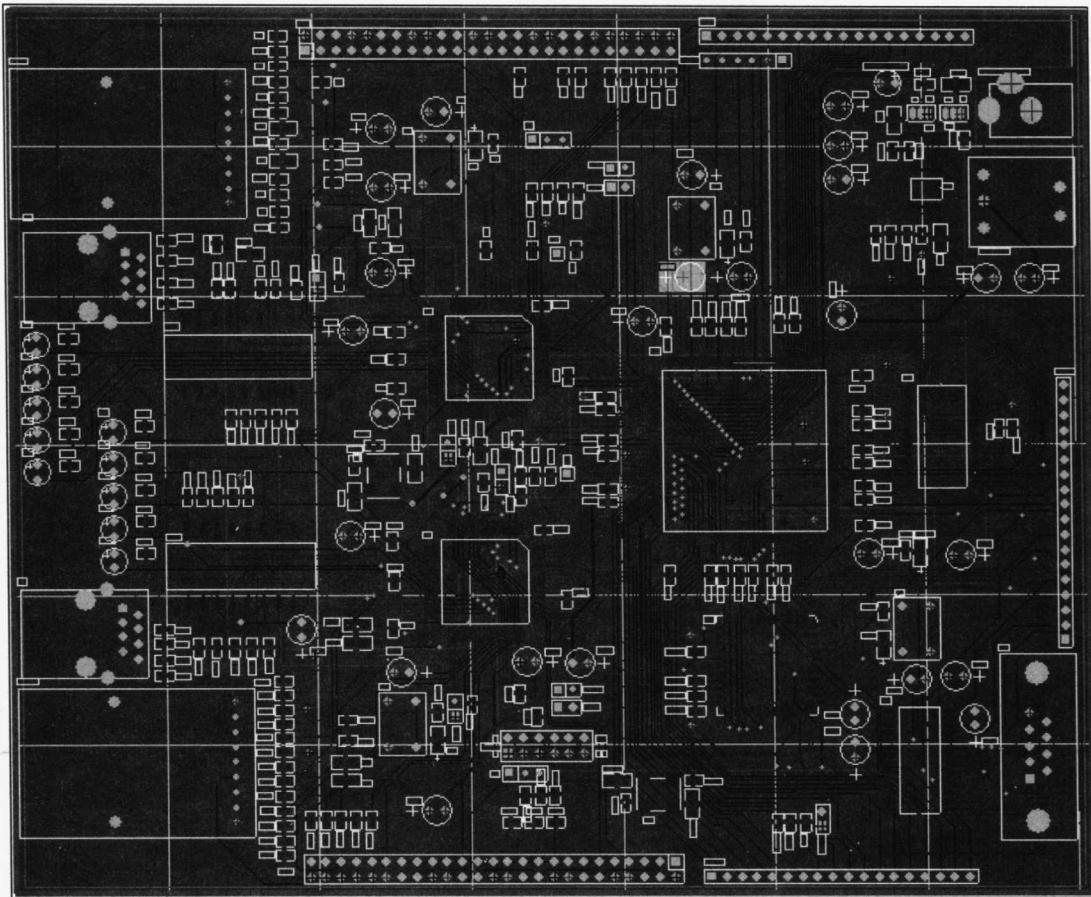

图 1-2 印制电路板图
- (2) 印制电路板（PCB）设计系统：主要用于印制电路板的设计，由它生成的 PCB 文件可直接应用到印制电路板的生产中。图 1-2 所示是采用 Protel DXP 设计完成的印制电路板图。
- (3) FPGA 系统：主要用于可编程逻辑器件的设计。设计完成后，生成熔丝文件，烧录入逻辑器件中，就可制作具备特定功能的元器件。